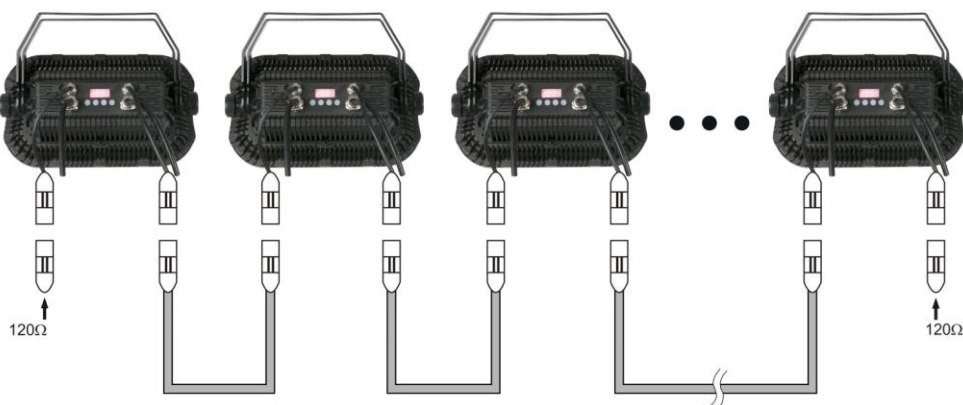

Fig. 10
- 02) Ripetere il passo 1 per collegare tutti i dispositivi come mostrato nella Fig. 10.